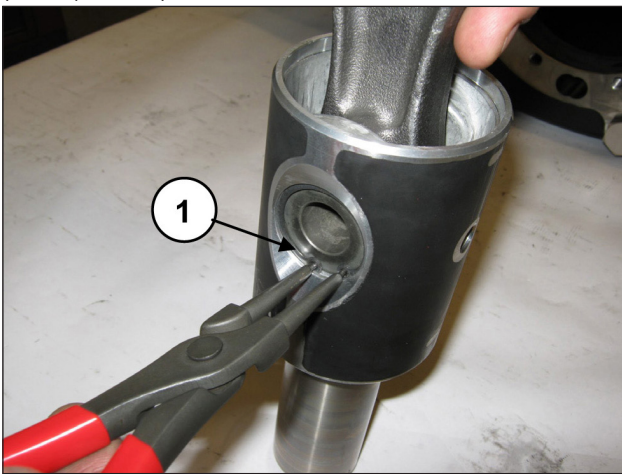

Abb. 39
Entfernen Sie die zwei Seegerringe zur Sicherung des Bolzens (Pos. ①, Abb. 39).
Montieren Sie die zwei Seegerringe zur Sicherung (Pos. ①, Abb. 39).